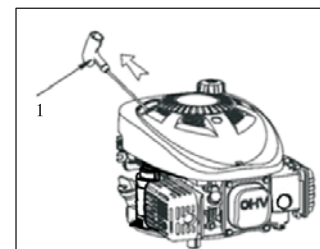

Abb. 3
Lassen Sie den Starter-Griff (1) nicht zurück gegen den Motor springen. Führen Sie den Griff langsam zurück, um Schäden am Anlasser zu vermeiden (Abb. 3).